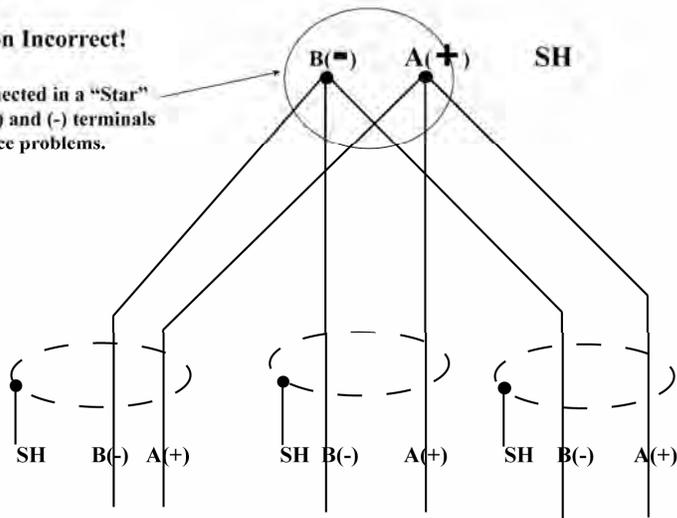

Figura 5.7: Topologías Incorrectas "Estrella y T"
- Evite tanto las conexiones "Estrella" y "T" (ver Figura 5.7).